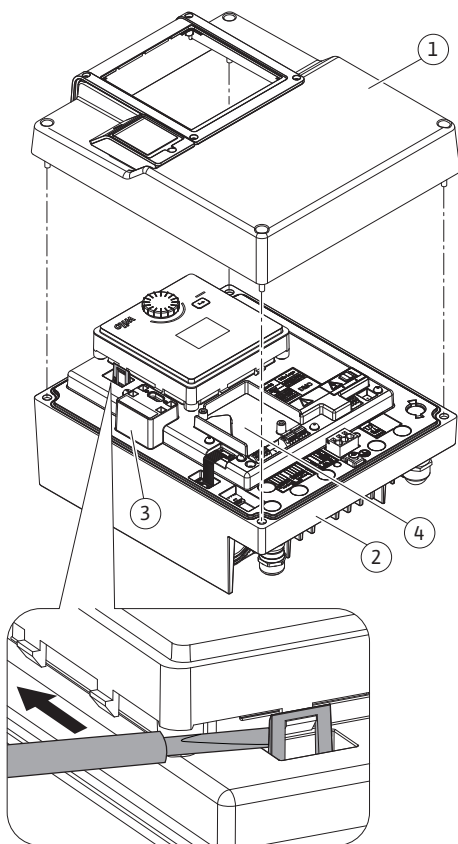

Fig. 17: Elektroniikkamoduuli
CIF-moduuleja (lisävarusteet) käytetään pumppujen ja kiinteistöhallintajärjestelmän väliseen tiedonvaihtoon. CIF-moduulit liitetään elektroniikkamoduuliin (Fig. 17, pos. 4).